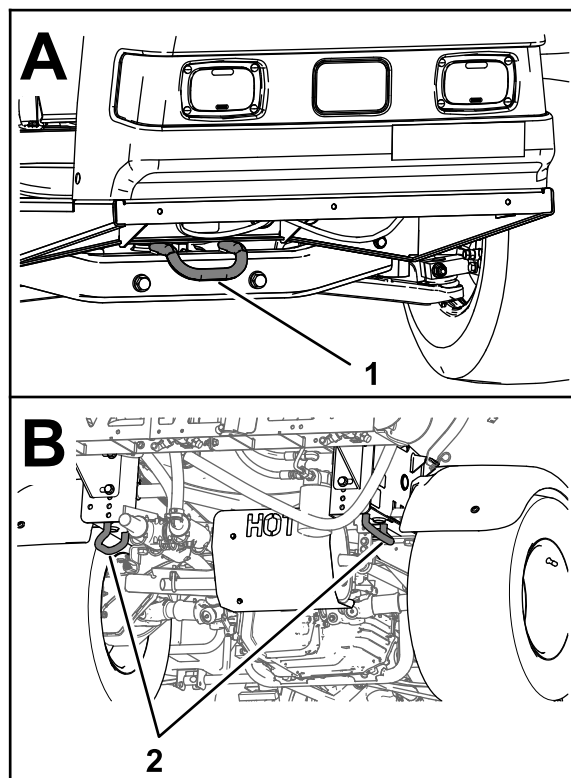

Рисунок 34
- Надежно привяжите машину к транспортному автомобилю; на Рисунок 34 показаны скобы для крепления машины.